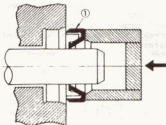

Bild 146
- 18 Wellendichtung 20 x 10 x 4, auf Einbaurichtung achten, da abweichend von Bild 146!